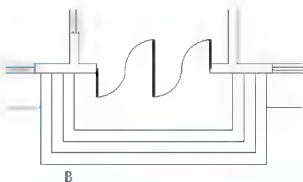

图 2.106 修剪与台阶重合的散水线
(2) 在选择要修剪的对象, 或按住 Shift 键选择要延伸的对象, 或 [栏选(F)/窗交(C)/投影(P)/边(E)/删除(R)/放弃(U)]: 提示下, 选择与台阶重合的散水线, 结果如图 2.106 所示。